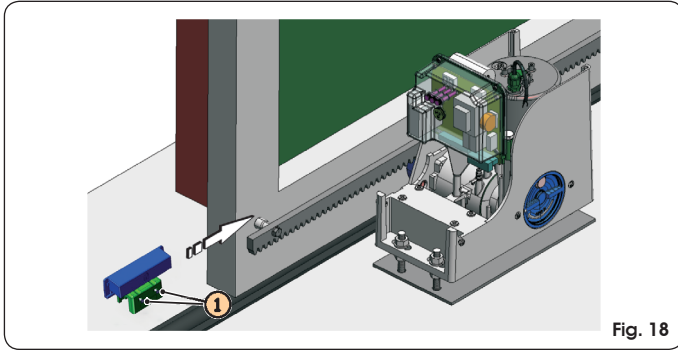

Fig. 18
③ Das Tor mit der Hand in die Öffnungsposition schieben und einen Freiraum von 4 cm vom mechanischen Endanschlag lassen.
④ Den Magnet, der dem Antrieb am nächsten ist, auf der Zahnstange in Richtung Motor schieben (siehe Abb. 18). Sobald die auf der Karte integrierte LED des Endschalters erlischt, den Magneten um weitere 10 mm vorschieben und mit den entsprechenden Schrauben befestigen (Abb. 18, Bez. ①).
- ⑤ Für den anderen Magneten ebenso verfahren.
- ⑥ Das Tor auf etwa halben Fahrweg fahren und das System erneut blockieren (siehe Abschnitt 9).